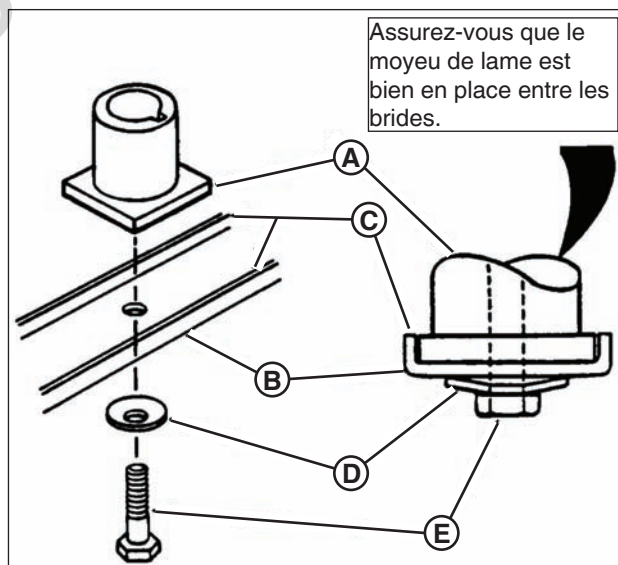

Figure 21: Déposer la lame de tondeuse
3. Enlevez la lame (**B, Figure 21**).
6. Posez à nouveau la lame (**B**, **Figure 21**). Prenez en note le bon ordre d'assemblage :
- (A) Moyeu de lame
- (B) Lame
- (C) Bride de lame (face en haut)
- (D) Rondelle conique (côté concave en haut)
- (E) Vis d'assemblage